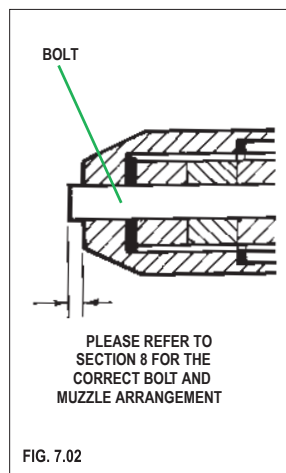

FIG. 7.02
- Compruebe visualmente que el perno se ha retraído totalmente (véase fig. 7.02)